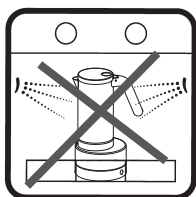

Fig. 15
- No lavar la Cafetera en el lavavajillas. (fig. 15)